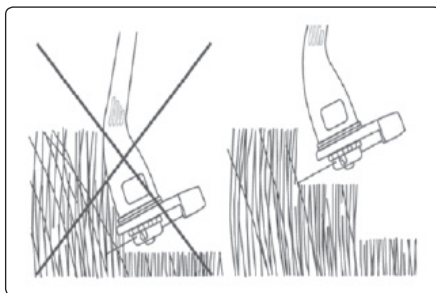

Abb. 11
- Schalten Sie den Rasentrimmer niemals ein, wenn er sich im Gras oder Moos, d.h. unter Belastung befindet, und mähen Sie mit dem Ende des rotierenden Fadens, da dadurch der Motor nicht überlastet wird. Je höher und/oder dichter das Gras (z. B. auch mit einem Moosuntergrund), umso kleiner muss der Eingriff des Fadens sein. Höheres Gras mähen Sie nicht direkt am Boden, sondern kürzen Sie es stückweise von oben - siehe Abb.11.